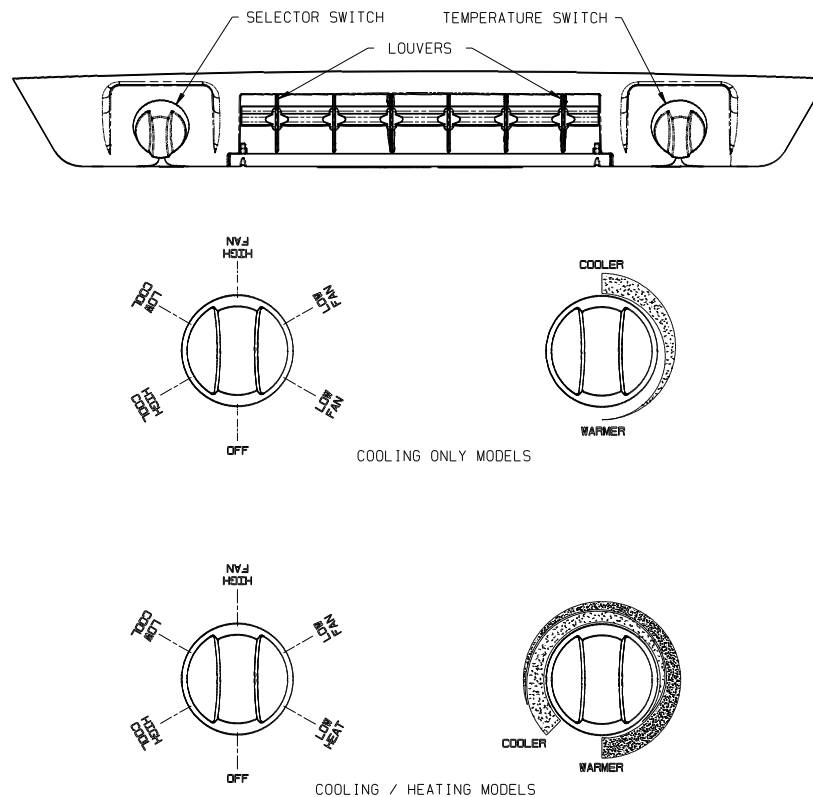

FIGURE 1
A. The Selector Switch – The selector switch determines which mode of operation the air conditioner will be in. By rotating the selector switch, the operator can obtain any system function desired. System functions vary depending upon options of both the roof top unit and ceiling assembly. Figure 1 shows selector switch location and lists all available functions by model.
For “Heat/Cool” models, the thermostat also controls the “ON” and “OFF” temperature settings of the heater assembly (See Figure 1).
I. For Cooling (Refer to Figure 1, page 3).
IV. For Heating (“Elect-A-Heat” Ceiling Assembly Model Only) Refer to Figure 1, page 3).
V. For Air Circulation Only (Refer to Figure 1, page 3).
Le sélecteur détermine le mode de fonctionnement du climatiseur. En le tournant, l'opérateur peut obtenir toutes les fonctions du système voulues. Celles-ci variant selon les options de l'unité du toit et du plafond. Le figure 1 illustrent l'emplacement du sélecteur et énumèrent toutes les fonctions disponibles par modèle. La section «fonctionnement» explique les caractéristiques de fonctionnement de chaque mode.
Pour les modèles «chaleur/refroidissement», le thermostat contrôle aussi les réglages de température «ON» et «OFF» du radiateur. Voir figure 1 à la page 3.
Pour le refroidissement (se reporter aux figure 1, page 3).